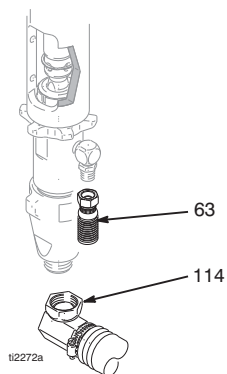

FIG. 7
3. (Fig. 7) Fjern sugerøret (114) og maleslangen (63) (tas av ved svivelenden).